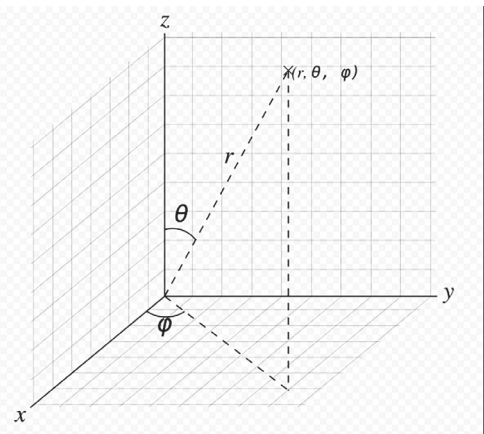

Рис. 3.23. Сферическая система координат
- Сферическая — координаты точки P задаются посредством задания трех координат  $(r, \theta, \varphi)$ , где  $r$  (радиус) — расстояние до начала координат, угол  $\theta$  ( $\theta$ ) — зенитный угол и угол  $\varphi$  ( $\varphi$ ) — азимутальный угол соответственно (см. рис. 3.23).